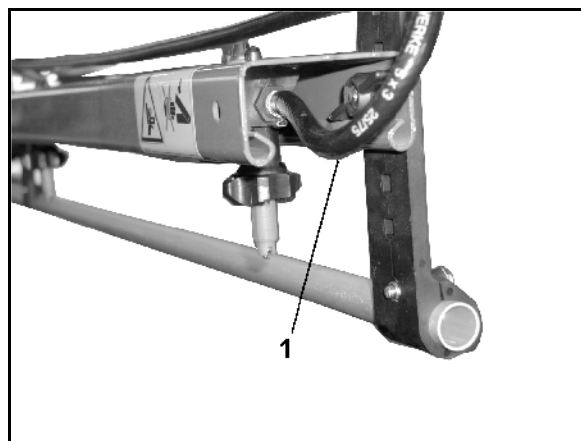

Fig. 105
- Permite, com o sistema de circulação de pressão ligado, uma constante circulação de líquido no tubo de pulverização. Para o efeito, a cada secção está atribuído um tubo flexível de ligação de enxaguamento (Fig. 105/1).
- um tubo flexível de ligação de enxaguamento (Fig. 105/1) por secção.